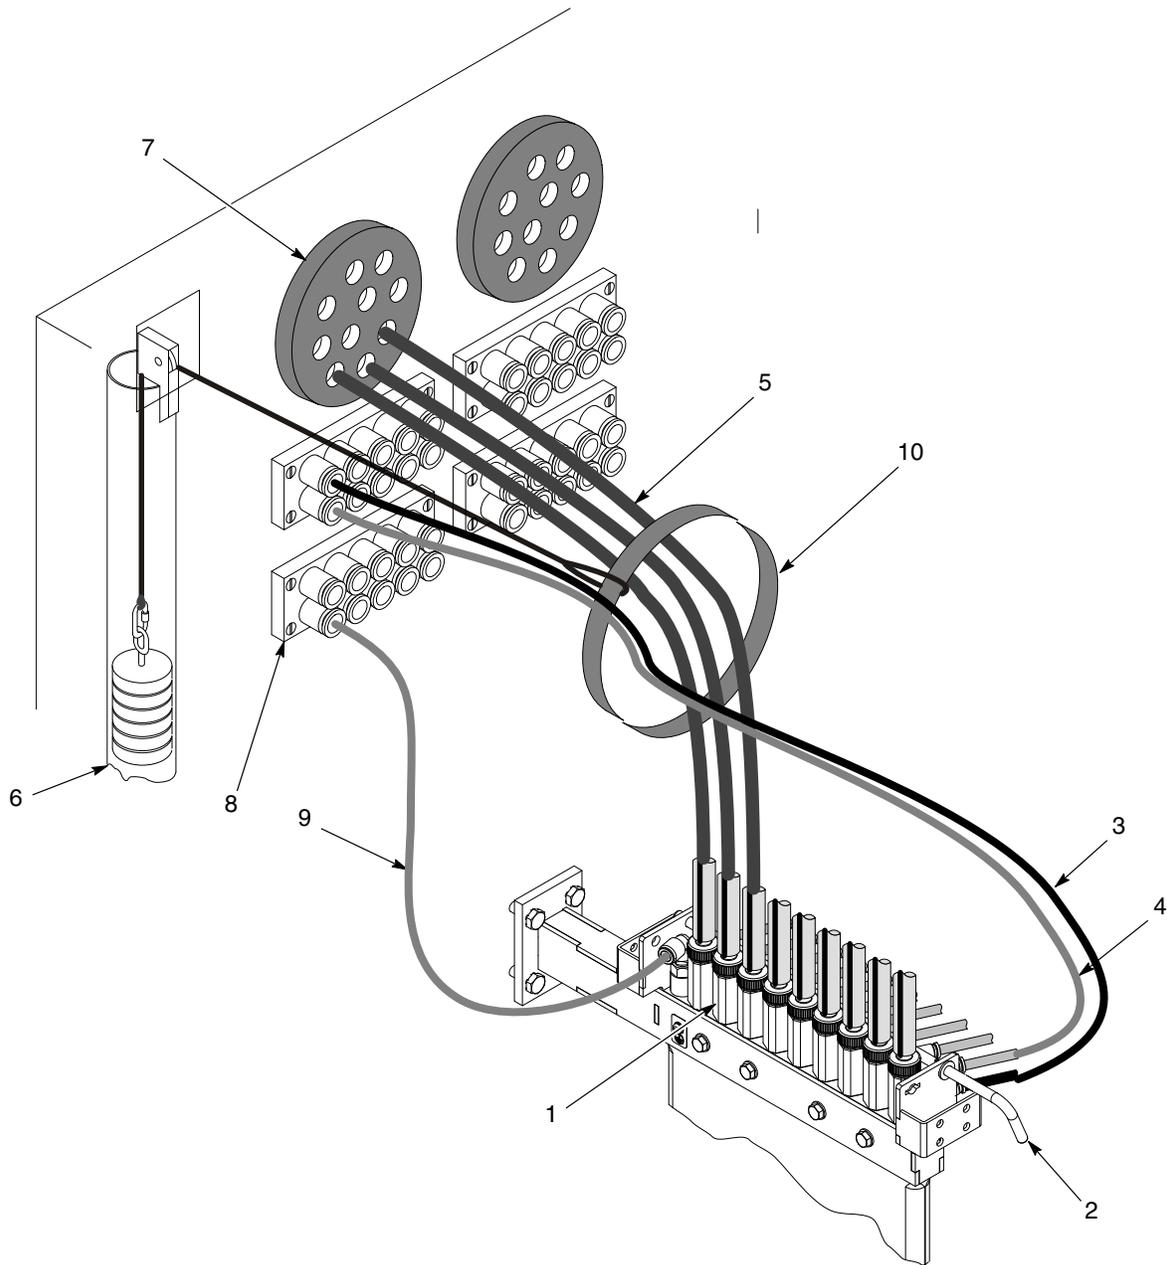

Figura 3-16 Bomba, manguera de alimentación de polvo, y conexiones del tubo de aire al conjunto de la lanza
Ver la figura 3-16. Permitir suficientes cadenas en las mangueras (5) y los tubos de aire (3, 4) para permitir el desplazamiento del conjunto de la lanza a través de todo el rango de movimiento sin estirar ni doblar las mangueras o los tubos. Agrupar las mangueras y los tubos con las tiras de velcro proporcionadas (10) para evitar que se doblen y se dañen, posteriormente adjuntar las tiras al conjunto del contrapeso (6).
Ver la figura 3-16. En caso contrario, conectar el tubo de aire azul de 6 mm (9) desde el regulador de aire de fluidificación en la pared lateral del centro de alimentación a través del conector multitubo y conectar el tubo al racor de la lanza, tal y como se muestra.